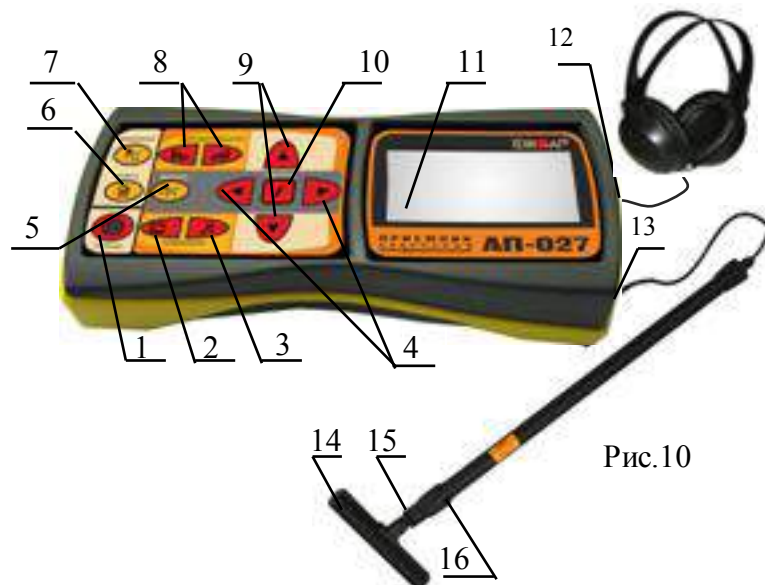
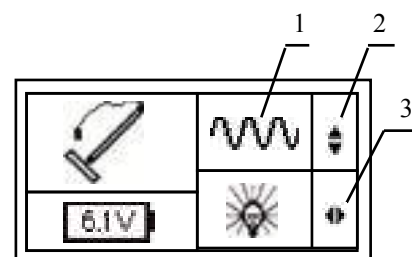
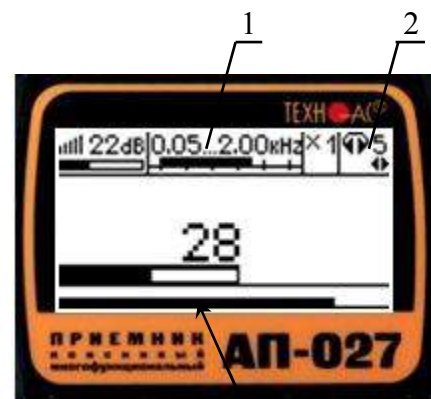

Рис.10
Рис.11
Fig 16 3
4.2.4 Проверить вид принимаемого сигнала (поз.1 рис.6). Принимаемый сигнал «утечка » выбирается автоматически, работа в режиме течепоиска. При появлении на индикаторе символа «удары », что могло произойти в результате случайного нажатия на кнопки, следует выбрать в стартовом окне символ «утечка » любой из кнопок **▲/▼** поз.9 рис.10. (см. подсказку поз.2 рис.11)
Используемое оборудование (рис.10): приемник АП-027, электромагнитный датчик ЭМД-237, головные телефоны.
Подключить к соответствующим разъемам приемника электромагнитный датчик поз.13 рис.10 и головные телефоны поз.12 рис.10 (при необходимости).
Привести электромагнитный датчик из транспортного в рабочее положение для этого: ослабить стопорную гайку поз.16, раздвинуть штангу до требуемого размера и зафиксировать стопорной гайкой. Ослабить фиксирующую гайку поз.15 и установить электромагнитную антенну поз.14 датчика в положение, используемое в трассопоиске. Горизонтальное положение (рис.10) – трассопоиск по методу максимума, транспортное положение – трассопоиск по методу минимума.
5.2.1 Включить питание приемника АП-027 кнопкой  поз.1 рис. 10.
5.2.2 В «стартовом» окне рис.11 на индикаторе приемника проверить:
5.2.3 Проверить вид принимаемого сигнала поз.1 рис.11. Принимаемый сигнал «непрерывный » выбирается автоматически. При появлении на индикаторе значка «импульсный », что могло произойти в результате случайного нажатия на кнопки, следует выбрать в стартовом окне символ «непрерывный » любой из кнопок / поз.9 рис.10. (см. подсказку поз.2 рис.11)
5.2.4 Установить необходимый уровень подсветки индикатора приемника, используя для этого кнопки / поз.4 рис.16 (см. подсказку поз.3 рис.11).
5.3.1 Запустить режим «измерение» кнопкой  поз.7 рис.10.
5.3.2 Выбрать режим «широкая полоса» нажатием на кнопку фильтр  поз.5 рис.10. На индикаторе появится символ широкой полосы  поз.1 рис.12.
В случае трассировки кабеля под напряжением или трубопровода с катодной защитой выбрать частоту 100 /120 Гц, нажав кнопку «частота»  поз.10 рис.10, используя
для этого кнопки ◀/▶ поз.4 рис.10. Наблюдать за величиной выбранной частоты на индикаторе поз.1 рис.12. Например, при выборе частоты 50/60 Гц появится символ
5.3.3 Выйти из режима регулировки фильтра, нажатием кнопки «частота» **f** поз.10 рис.10. На индикаторе в зоне окна поз.1 рис.12 исчезнет указатель подсказки ◀ и появится в зоне поз.2 рис.12 (возможность регулировки звука).
5.3.4 Установить комфортную громкость звука в телефонах поз.2 рис.12 кнопками ◀/▶ поз.4 рис.10 (если кнопки не используются для регулировки фильтра).
5.3.5 Установить уровень входного сигнала кнопками «чувствительность» IIII и IIII поз.8 рис. 10 по индикатору «узкая шкала» (предпочтительно на 50...70% от максимума) поз.3 рис. 12.
5.3.6 Установить необходимый коэффициент усиления фильтрованного сигнала множителем «×1/2/4/8» нажимая на кнопки ▲/▼ поз.10 рис.10, не допуская при этом перегрузки.
этого включить режим «измерение» кнопкой $\frac{\text{||}}{\text{||}}$ поз.7 рис.10., выбрать режим «широкой полосы», то есть выключить фильтр кнопкой $\frac{\text{||}}{\text{||}}$ поз.5 рис.10.
5.5.3 Для определения кабелей (из числа найденных коммуникаций), находящихся под напряжением промышленной частоты 50...60 Гц, используется режим 50...60 Гц. В этом режиме из широкого спектра сигнала выделяется лишь небольшая полоса частот с центральной частотой 50...60 Гц. Для входа в режим 50...60 Гц включить фильтр кнопкой $\frac{\text{||}}{\text{||}}$ поз.5 рис.10, нажать на кнопку частота f поз.10 рис.10 и выбрать центральную частоту фильтра 50...60 Гц кнопками $\blacktriangleleft/\blacktriangleright$ поз.4 рис.10.
5.5.4 Наблюдать за величиной выбранной частоты на индикаторе поз.1 рис.16. При выборе частоты 50/60 Гц
Выйти из режима регулировки фильтра, нажатием кнопки «частота» f поз.10 рис.10. На индикаторе в зоне окна поз.1 рис.16 исчезнет указатель подсказки \blacktriangleleft и появится в зоне поз.2 рис.16 (возможность регулировки звука).
5.5.5 Установить комфортную громкость звука в телефонах поз.2 рис.16, для этого нажать на кнопку режима звуковой индикации поз.3 рис.10 и отрегулировать громкость кнопками $\blacktriangleleft/\blacktriangleright$ поз.4 рис.10 (если кнопки не используются для регулировки фильтра).
5.5.6 Установить уровень входного сигнала кнопками «чувствительность» |||| и ||| поз.8 рис. 10 по индикатору «узкая шкала» (предпочтительно на 50...70% от максимума) поз.3 рис. 16.